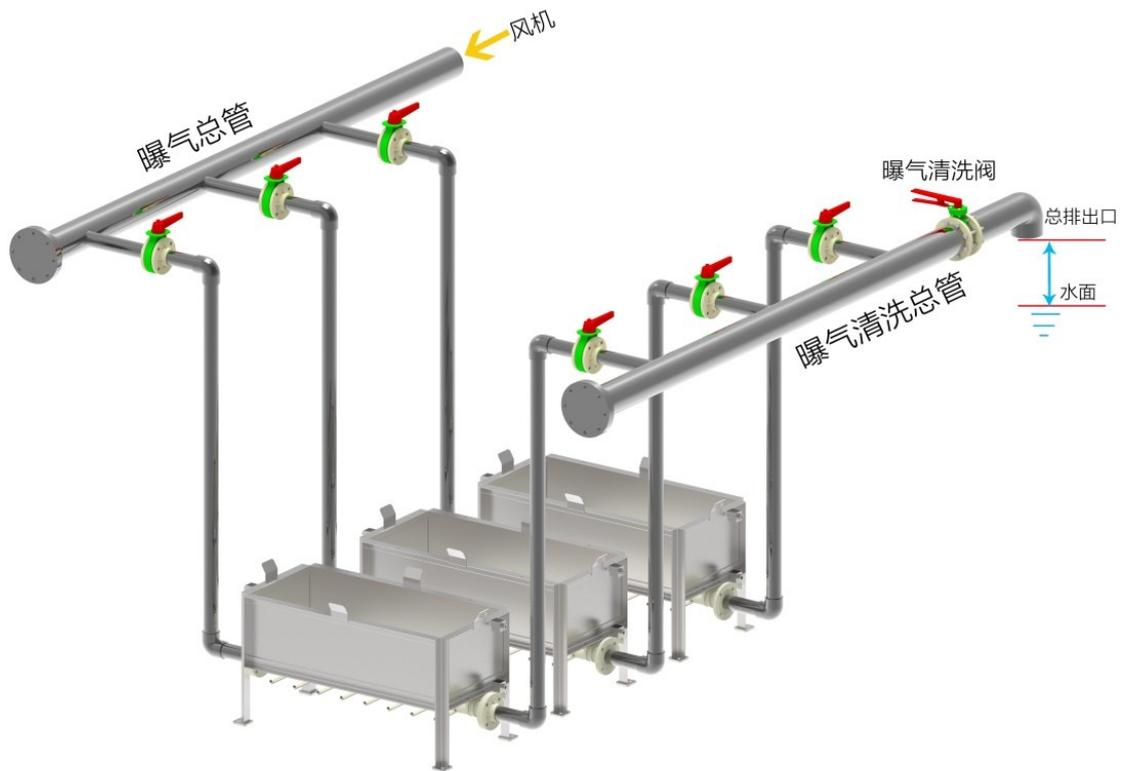

图7 曝气管连接图
- 1) 曝气管两端采用法兰连接，其中一端与曝气支管连接，另一端与曝气清洗上的支管连接（如图 7 所示）；
- 2) 确保曝气清洗管的总排出口始终位于液面上方（如图 7 所示）。